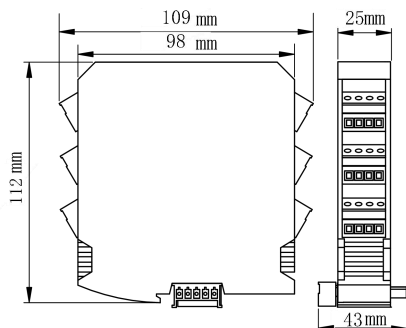
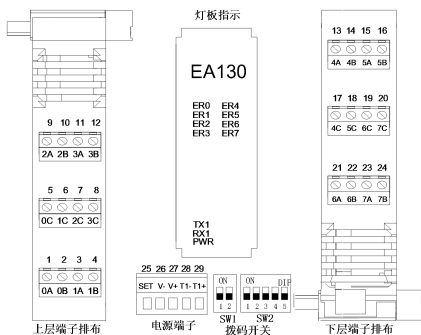

图 E-22 EA131 外形尺寸图
图 E-23 EA131 产品端子排布
- EA131 外形尺寸和端子排布分别如图 E-22 和图 E-23 所示。